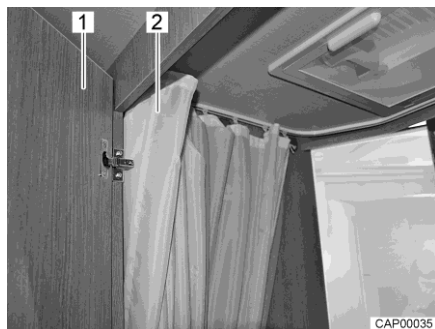

Bild 71 Toalett med dusch
- Stäng dörren när du vill duscha (Bild 71,1) och dra till duschförhänget helt (Bild 71,2), så att alla väggar är skyddade.